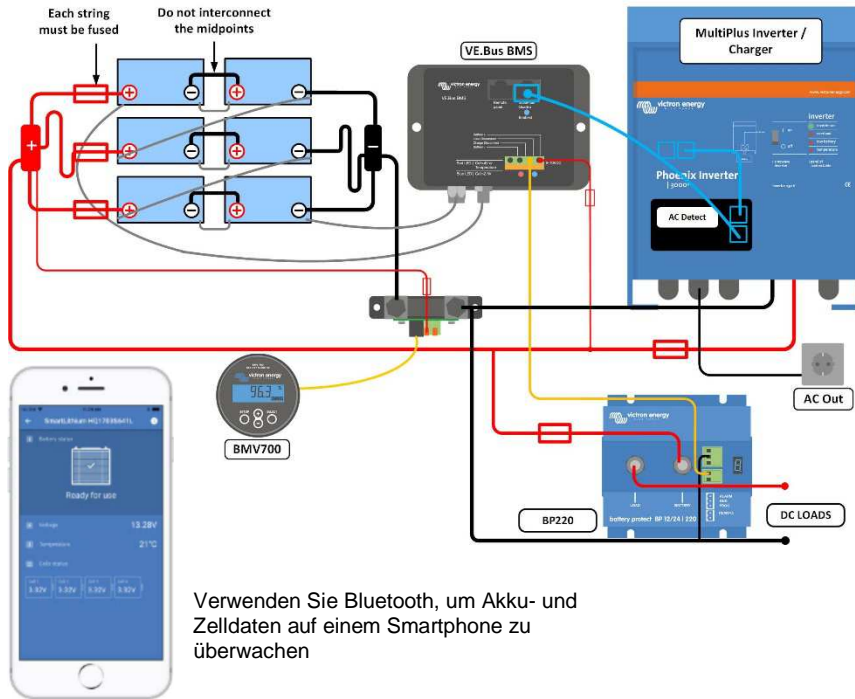

Abbildung 1: Systembeispiel mit VE.Bus BMS
**Jede der Batterien bzw. jeder der Batteriestränge muss durch eine Sicherung geschützt werden. Man beachte auch Abbildung 1.**